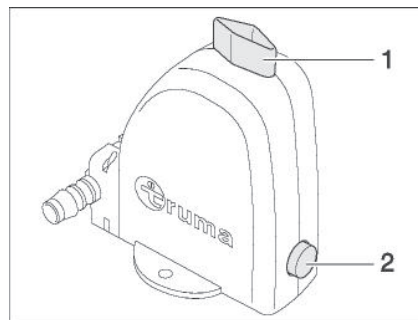

Bild 46 Sicherheits-/Ablassventil des Boilers (Abb. ähnlich)
- ▶ Dazu den Drehknopf (Bild 46,1) quer zum Sicherheits-/Ablassventil drehen und den Druckknopf (Bild 46,2) hin eindrücken 12-V-Versorgung am Panel einschalten und Heizung gemäß Bedienungsanleitung in Betrieb nehmen.
- ▶ Dazu den Drehknopf (Bild 46,1) längs zum Sicherheits-/Ablassventil drehen. Der Druckknopf (Bild 46,2) springt heraus. Der Boiler wird über das Sicherheits-/Ablassventil nach außen entleert.
- Drehregler (Bild 46,1) der gewünschten Brennstelle auf Zündposition (große Flamme) drehen.